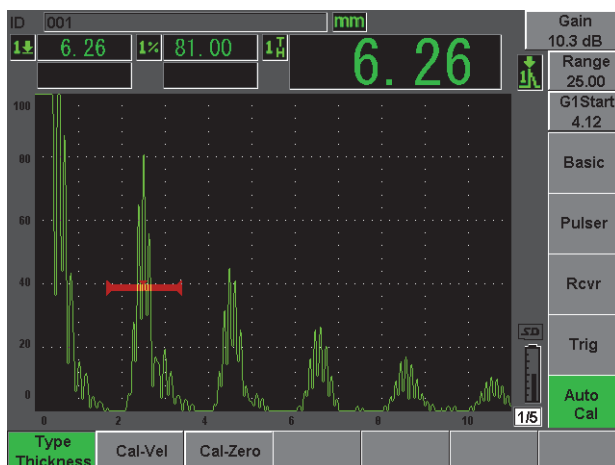

図 2-14 自動校正メニュー
4. **“自動校正 : Auto Cal”** メニューを選択します（41 ページ図 2-14 参照）。